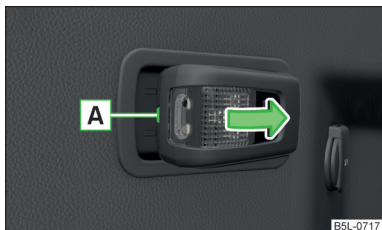

Fig. 184
- > Extraiga la lámpara en el sentido de la flecha » fig. 184.